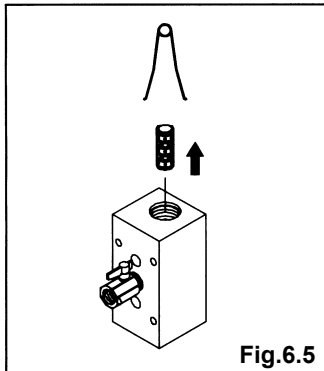

Fig.6.5
- ・スリーブ抜き（専用工具：部品番号 713148）を使用して、バルブボディ組立からスリーブを取外す。〔Fig.6.5〕